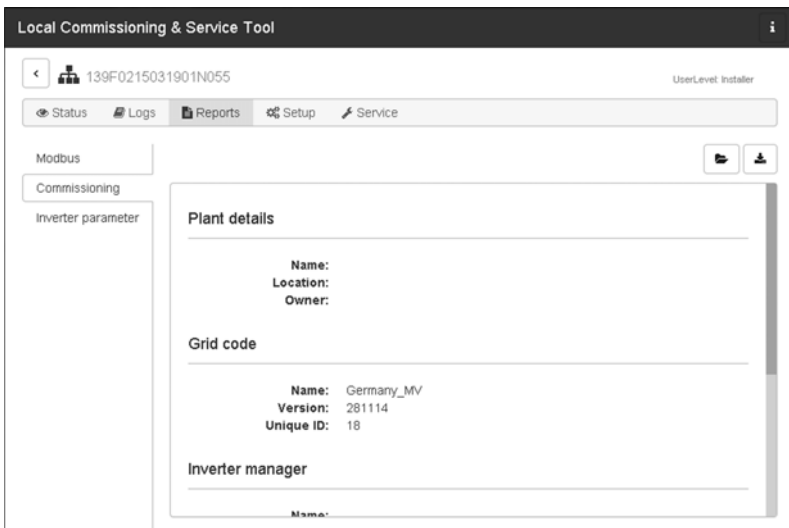

Abbildung 5.9 LCS-Tool - Inbetriebnahmebericht
13. Bei Inbetriebnahme ist es möglich, einen Inbetriebnahmebericht im Menü **Reports** herunterzuladen. Der Bericht enthält alle Informationen über die Wechselrichtereinstellungen, einschließlich der eingestellten Trennwerte für die einzelnen Wechselrichter. Über das Ordnersymbol im Menü **Reports** ist es möglich, ein Verzeichnis Inbetriebnahmeberichten (inklusive Grid-Code Informationen) zu öffnen. Siehe Abbildung 5.9.